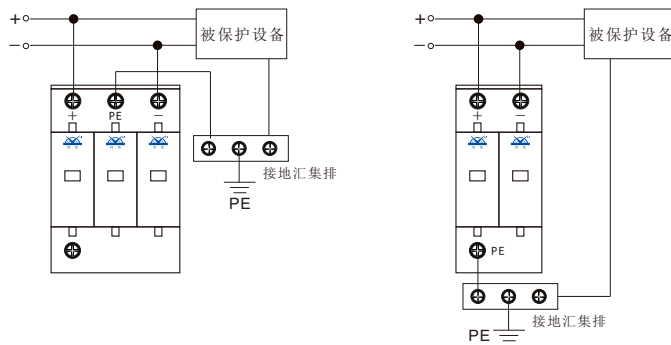

图1：产品接线示意图（3P和2P），产品外观和尺寸如有偏差请以实物为准！
2. 电涌保护器相线连接线宜采用截面积 $\geq 4\text{mm}^2$ 铜导线连接，接地线宜采用截面积 $\geq 10\text{mm}^2$ 铜导线连接，连接线应尽量短而直、整齐，其长度不宜超过 0.5m ，且接地电阻应小于 10Ω 。接线示意图如图1。